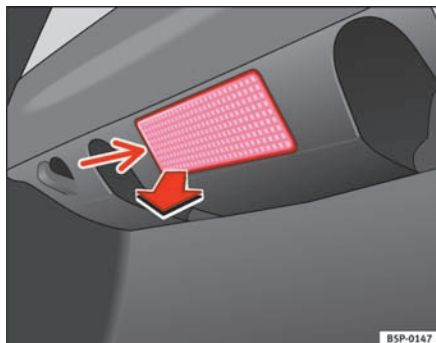

Fig. 167 Bagagerumslys
- Tag lampens glas af ved at trykke på den nederste kant med en skruetrækker **pil** ⇒ fig. 167.